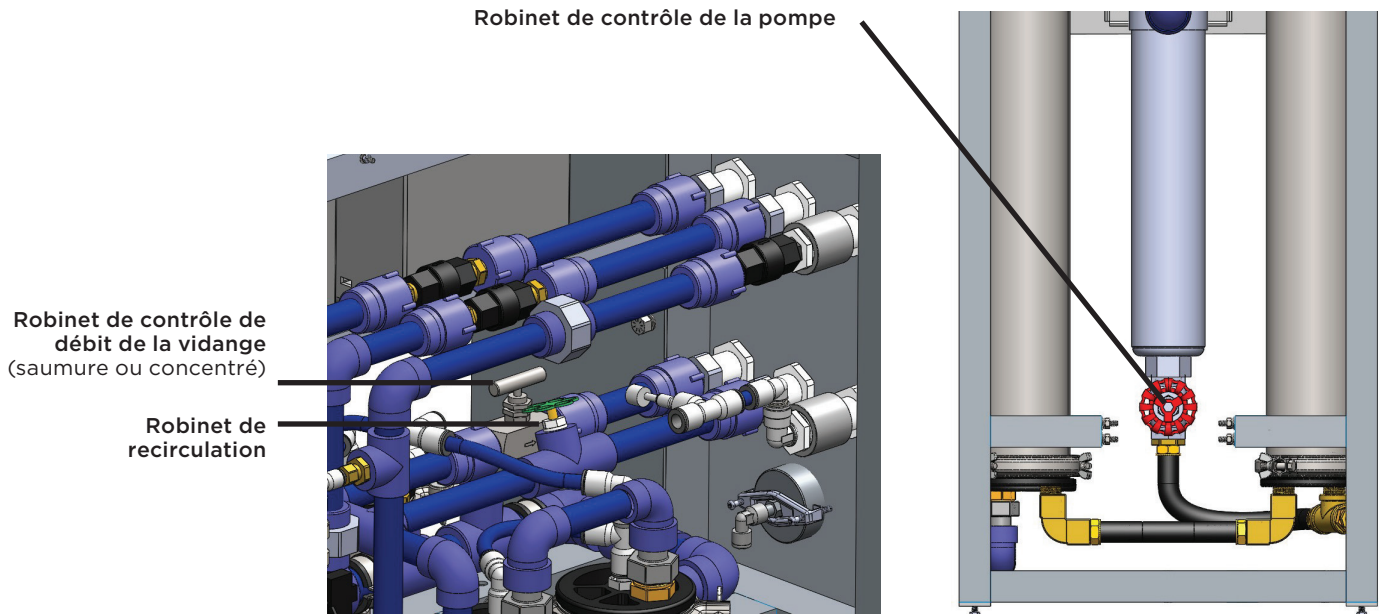

Figure 11 : Robinets de contrôle de débit
**⚠ Mise en garde :** Ne jamais fermer complètement le robinet de contrôle de la pompe, pour éviter de causer des dommages graves à la pompe. Ne jamais fermer complètement le robinet de contrôle de débit de la vidange, cela risquerait de causer des dommages graves et irréversibles aux membranes. Fig. 11.
Le réglage des robinets de contrôle du système doit uniquement être effectué par du personnel qualifié. **Un fonctionnement inapproprié de ces robinets risque d'endommager le système et annulera la garantie du produit.** Utiliser le robinet de recirculation, le robinet de contrôle de la vidange et le robinet de contrôle de la pompe pour régler soigneusement le système afin de satisfaire au taux de recouvrement et à la pression de fonctionnement indiqués à la page 4. Remarque que le débit varie selon la température et la qualité de l'eau. Consulter également la Fig. 11 pour connaître l'emplacement des robinets de contrôle du système.